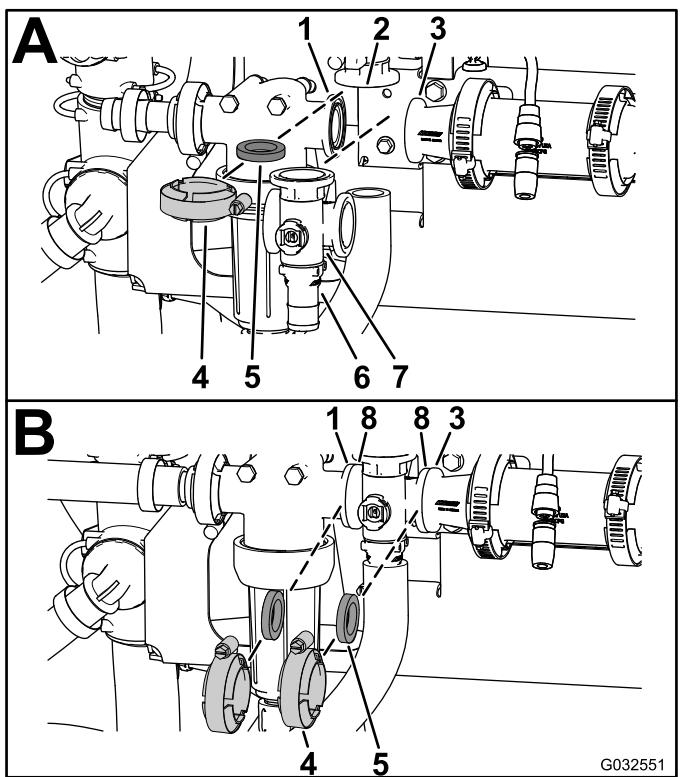

Figure 109
- Alignez la bride de la vanne de dérivation d'agitation, un joint et la bride de raccord d'embout du collecteur de la vanne d'agitation (A de (Figure 109)).
- Montez la vanne de dérivation d'agitation, le joint et le collecteur de vanne d'agitation avec un collier serré à la main (A de (Figure 109)).
- Fixez le raccord rapide au raccord de dérivation en insérant un étrier de fixation dans la douille du raccord de dérivation (A de Figure 109).
- Placez un joint entre les brides de la tête du filtre sous pression et du collecteur de vanne d'agitation (B de Figure 109).
- Montez la tête du filtre sous pression, le joint et le collecteur de vanne d'agitation avec un collier serré à la main (B de Figure 109).
- Placez un joint entre les brides du collecteur de vanne d'agitation et de l'accouplement réducteur (B de Figure 109).
- Montez le collecteur de vanne d'agitation, le joint et l'accouplement réducteur avec un collier serré à la main (B de Figure 109).